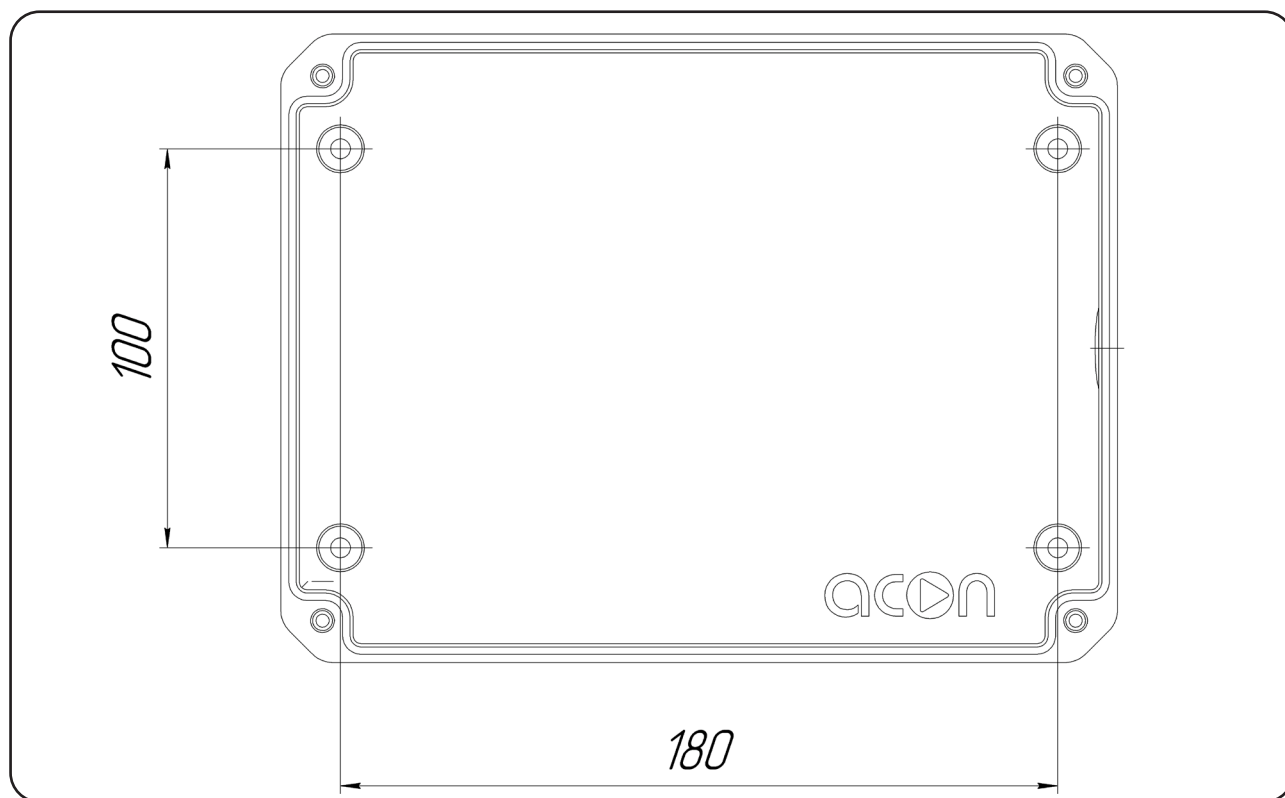

Рисунок 3. Нижняя крышка Пультa
4) Определившись с местом монтажа Пультa, необходимо разметить места для сверления отверстий (Пульт поставляется с двумя готовыми отверстиями для монтажа, однако предусмотрено место для сверления еще двух отверстий) (см. Рис.3).